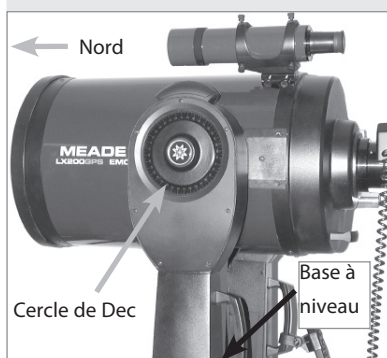

Fig. 19 : Position de repos Alt/Az .
1. Voir la Fig. 19. desserrer le frein de déclinaison (17, Fig. 1).
La précision de l'alignement à une étoile, contrairement à l'alignement à deux étoiles, dépend de la manière dont a été mis à niveau le télescope et dont il a été pointé au nord lors de la mise en repos (Fig. 19). Les autres méthodes, étant donné qu'elles sont basées sur deux étoiles, sont plus précises.